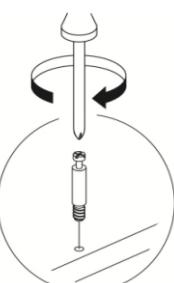

Рис.7 - Установка и
6. Скрепите Заднюю стенку(3) с Крышой(5) и Вязкой(6) при помощи евровинтов(18).
7. Соедините Боковину(1) и Перегородку(4) с Вязками(8), затяните эксцентрики по часовой стрелке до упора (рис.7).